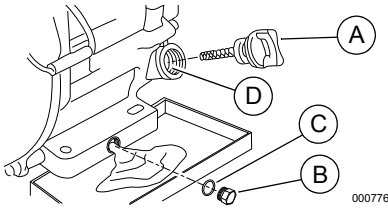

Figura 4-1. Cambio de aceite del motor
3. Consulte la **Figura 4-1**. Retire la tapa de llenado de aceite (A).